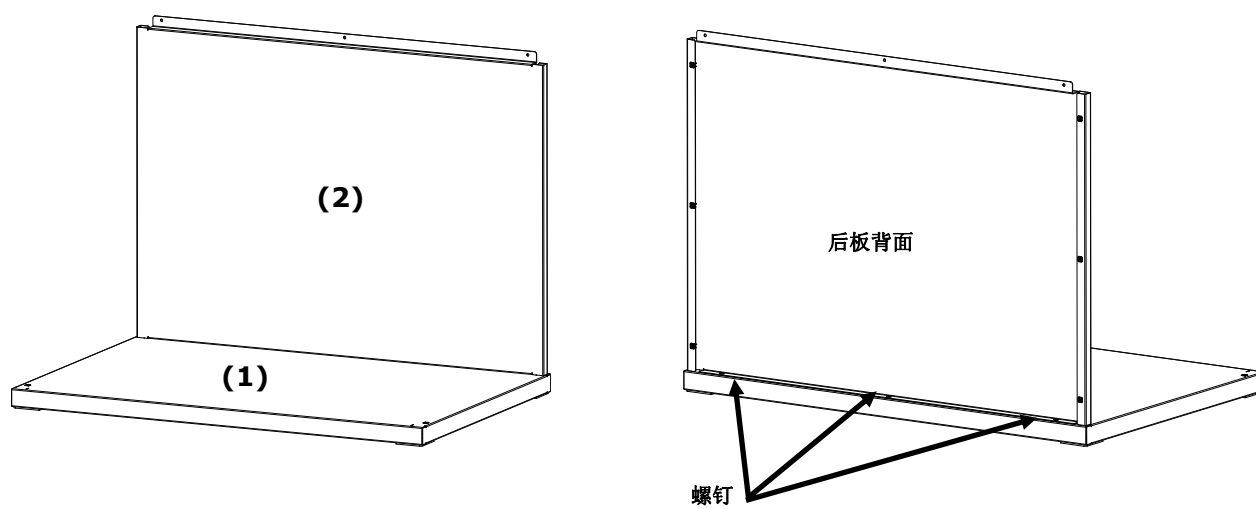

图 2. 插入底板
2. 将后板 (2) 底部袢扣置于底板 (1) 后插槽。按图 2 所示，用三颗螺钉将后板固定至底板。